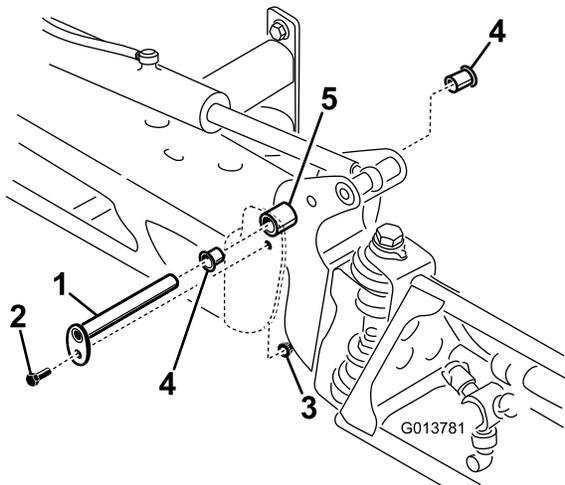

Figura 76
3. Com o peso da rampa suportado, retire o parafuso e porca que seguram o pino de articulação à rampa (Figura 76).
4. Retire o pino de articulação (Figura 76).
6. Retire e inspecione as buchas de nylon dos lados dianteiro e traseiro do suporte de articulação (Figura 76).
8. Monte a rampa e o apoio da articulação no chassis alinhando as aberturas (Figura 76).